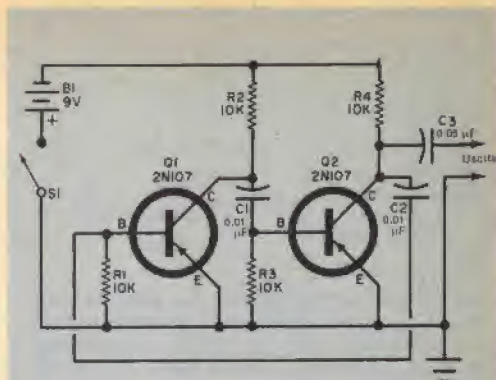

Fig. 2 - Schema del circuito iniettore di segnali il quale può essere usato per molte applicazioni.
**Fig. 2 -** Sul telaio vi è spazio sufficiente per il gruppo trasformatore raddrizzatore. Montate Q2 e Q4 su radiatori di calore e Q1 e Q3 su zoccoli. I cavi che fuoriescono dai lati del telaio vanno ai dispositivi di controllo della velocità.
trollo della velocità, tutte le altre parti, compreso il gruppo trasformatore raddrizzatore che di solito viene fornito con il complesso delle automobili da corsa e della relativa pista, sono montate su un telaio di alluminio delle dimensioni di 5 x 12,5 x 17,5 cm (*fig. 2 e fig. 3*). I due potenziometri che servono a controllare la velocità sono montati su scatolette aventi le dimensioni di 8 x 5,5 x 2,5 cm. Dopo aver praticato i fori sul telaio ed averli adeguatamente sbavati, inserite gommini passafilo nei fori attraverso cui devono essere infilati i cavi di ingresso.
**Circuiti a transistori** - Nella fig. 2 è presentato lo schema di un iniettore di segnali che può avere numerose applicazioni; infatti, data la forma d'onda ricca di armoniche da esso sviluppata, può essere usato come fonte di segnali per controllare cuffie, altoparlanti, amplificatori BF e ricevitori sia per onde medie sia per onde corte. Se, in luogo dell'interruttore di alimentazione (S1) si usa un tasto manuale, l'unità può servire come oscillatore per esercitazioni telegrafiche. Infine, collegando questo dispositivo ai terminali di antenna di un televisore, sullo schermo del televisore stesso si produrrà una serie di barre uniformemente distanziate, che semplificherà le regolazioni di linearità.